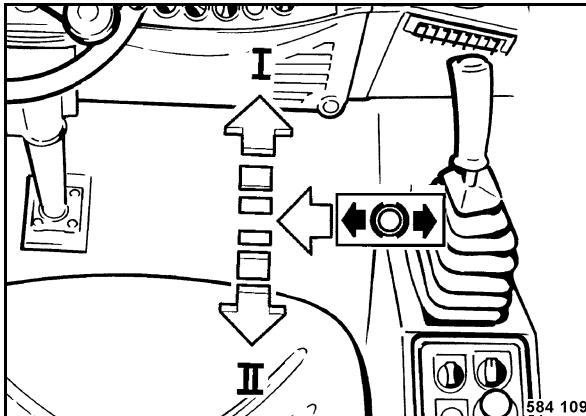

Fig. 134
- Desencajar la palanca de marcha (Fig. 134) hacia la izquierda de la posición de frenado.